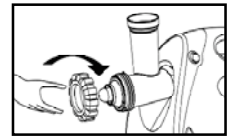

fig.11
- 2- Visser la bague de fixation sans forcer (fig.11).